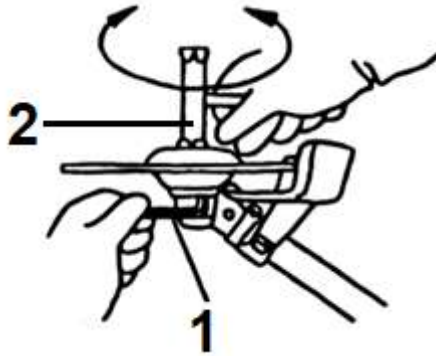

Рисунок 7. Схема встановлення дискового різального ножа.
1. Зафіксувати шпindel від провертання, встановити різальний ніж із комплектом шайб та зафіксувати гайкою згідно з рис. 7. Гайка та пружинна шайба, які утримують ніж, є витратним матеріалом. Якщо вони зношені або пошкоджені – замінити.